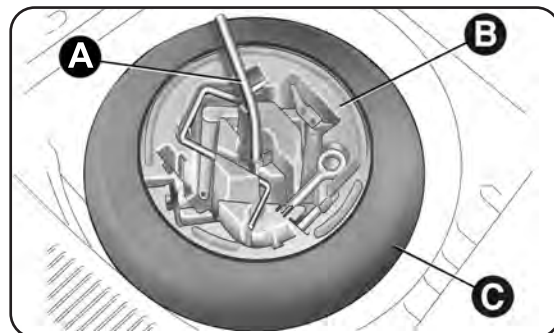

fig. 114
- utilizzando la chiave A-fig. 114 ubicata nel contenitore portattrezzi, svita il dispositivo di bloccaggio, prendi il contenitore portattrezzi B e portalo accanto alla ruota da sostituire; preleva poi il ruotino di scorta C;